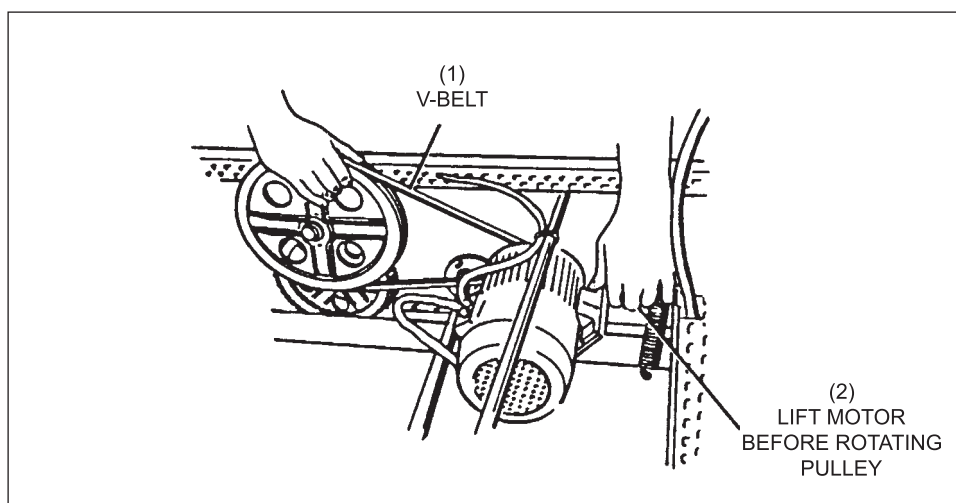

Abbildung 8-1. Manuelles Anheben und Absenken des Stelltisch
3. Halten Sie den oberen Teil der großen Keilriemenscheibe des Tisches gut fest. Siehe Abbildung 8-1.